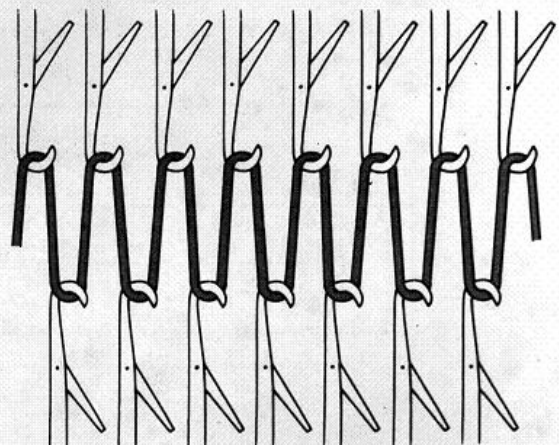

Fig. 67
- Passer les chariots de droite à gauche. Le 1^{er} rang est formé (fig. 67).